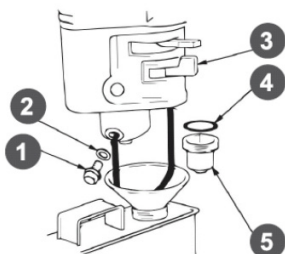

Рис. 26 Обслуживание фильтра-отстойника
1. Установите рычаг топливного крана 3 (Рис. 26) в положение «ЗАКРЫТО».
3. Открутите болт 1 сливного отверстия и слейте топливо из поплавковой камеры карбюратора (Рис. 26).
- Откройте стакан отстойника 5, вылейте из него топливо в заранее подготовленную емкость (Рис. 26).